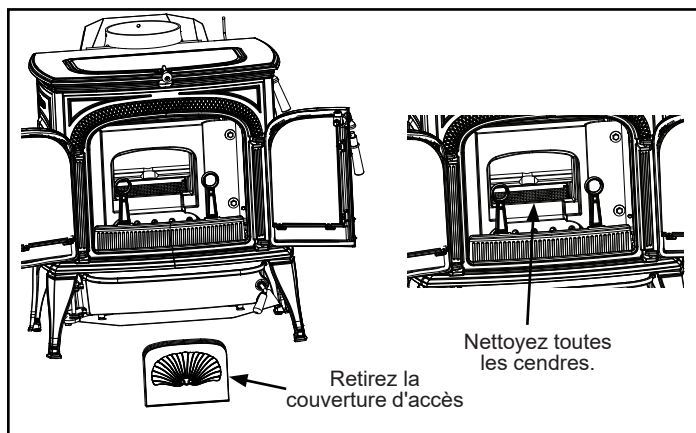

Figure 3.6 - Inspectez et nettoyez les cendres accumulées en arrière du système de combustion.
- Vérifiez s'il y a d'accumulation de cendres à l'arrière de l'ensemble de combustion et nettoyez-en. Il faut le faire aussi avec le nettoyage annuel du carneau. Inspectez le passage en arrière de l'ensemble de combustion (un miroir servira bien) et aspirez les cendres à l'aide d'un tuyau d'aspirateur flexible qui vous mettez là-bas. (Figure 3.6)